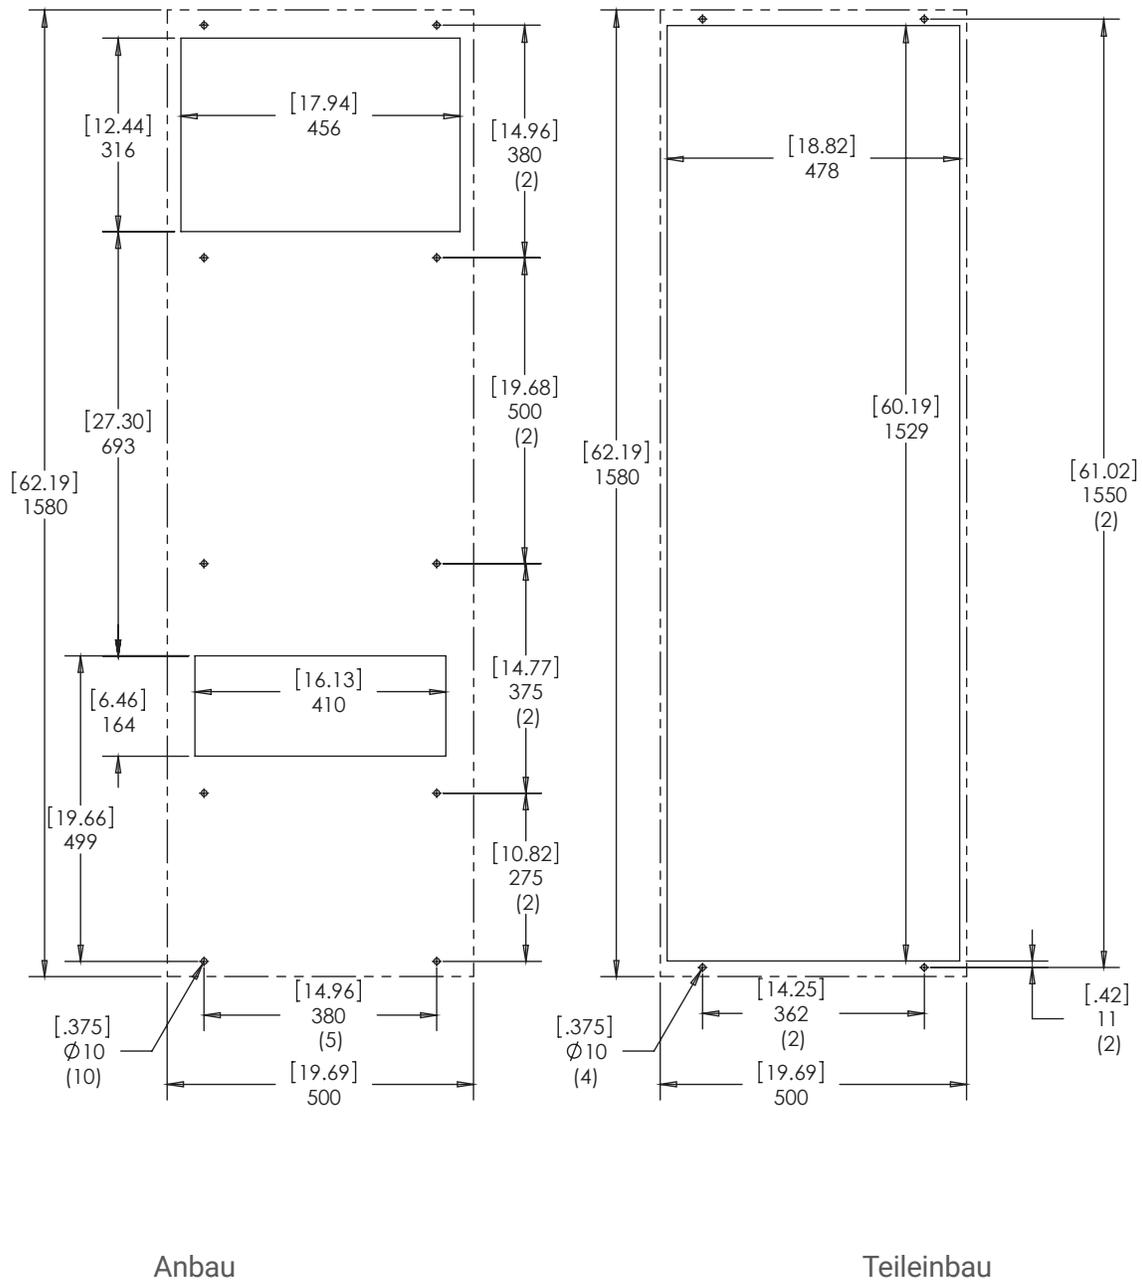

Figure 17
2. Bereiten Sie den Schrank anhand der mitgelieferten Ausschnittschablone vor (siehe Figure 16 und Figure 17). An der Vorderseite des Geräts muss ein Abstand von mindestens 0,5 m eingehalten werden, damit der Luftstrom nicht behindert wird. An den Seiten des Geräts müssen jeweils mindestens 5 cm Abstand eingehalten werden. Damit die Kondensatauffangwanne nicht überläuft, darf das Gerät nicht mehr als 3° zur Ebene geneigt sein.